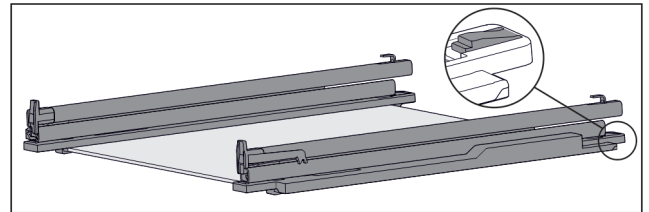

Fig. 123 Glasplatte mit Schienen und Halteteilen
- Halteteil hinten herunterdrücken (siehe Fig. 123) und gleichzeitig Schiene nach hinten schieben.